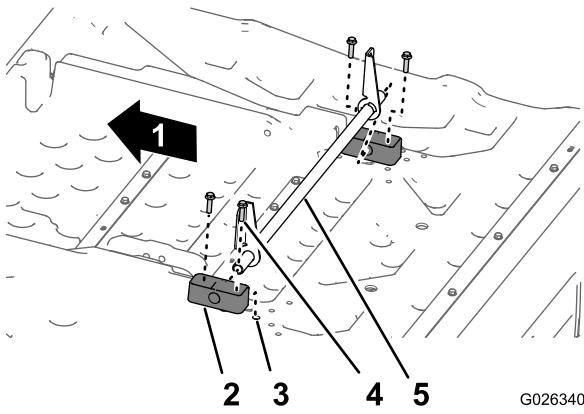

Figura 9
2. Introduzca el extremo del tubo del conjunto de soporte de giro en el bloque de giro (Figura 9).
3. Instale el otro bloque de giro sobre el otro extremo del tubo del soporte de giro (Figura 9).
4. En la caja de carga **nueva**, alinee los taladros de un bloque de giro nuevo con los insertos roscados de la caja de carga, sujeté el bloque con los 4 pernos con arandela prensada (3/8 x 1-1/2 pulgada), y apriete los pernos con la mano solamente (Figura 9).